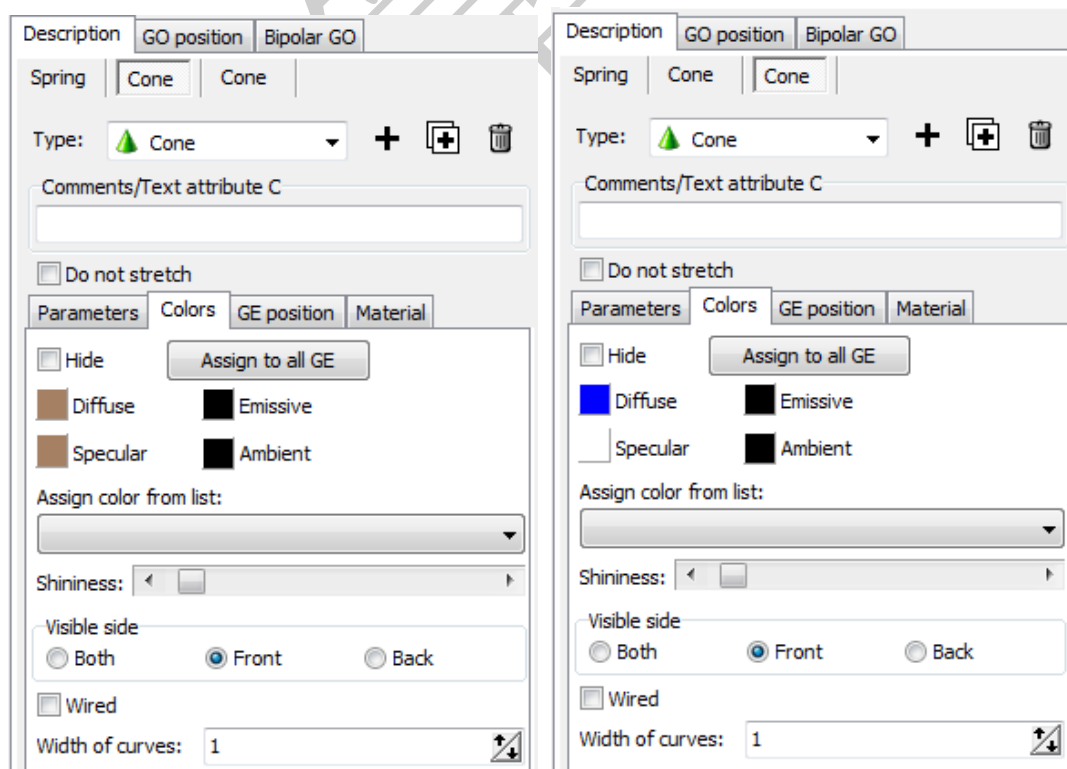

图 2.20
10. 设置两个 **Cone** 以不同颜色显示，如图 2.20 所示。